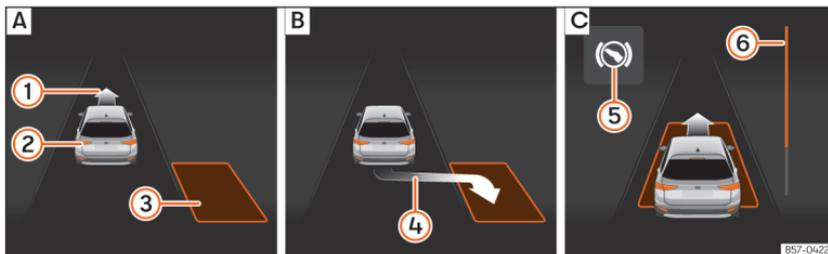
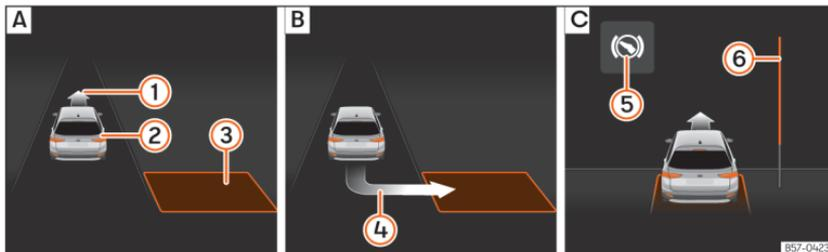

Fig. 164 No ecrã do painel de instrumentos: estacionar em paralelo. **A**: Procurar um lugar de estacionamento. **B**: Posição para estacionar. **C**: Manobrar.
Fig. 165 No ecrã do painel de instrumentos: estacionar em espinha. **A**: Procurar um lugar de estacionamento. **B**: Posição para estacionar. **C**: Manobrar.
para estacionar >>> Fig. 164 **B** ou >>> Fig. 165 **B**. O lugar foi considerado “apropriado” se no ecrã do painel de instrumentos aparecer a indicação de estacionar ④.
- Retroceda até o sinal contínuo do ParkPilot soar; **OU:** retroceda até aparecer a indicação de marcha à frente no ecrã do painel de instrumentos »» Fig. 164 [C] ou »» Fig. 165 [C]; **OU:** retroceda até aparecer a mensagem **Park Assist finalizado** no ecrã do painel de instrumentos. A barra de progresso ⑥ indica a distância a percorrer.
- Carregue no pedal do travão até o sistema de estacionamento assistido terminar de realizar as rotações do volante; **OU:** até o símbolo ⑤ no ecrã do painel de instrumentos se apagar.
- Faça marcha à frente até soar o sinal contínuo do ParkPilot; **OU:** faça marcha à frente até aparecer a indicação de fazer marcha-atrás no ecrã do painel de instrumentos. O sistema de estacionamento assistido manobra o veículo em frente e em marcha-atrás até centrá-lo no lugar »» Fig. 164 [C] ou »» Fig. 165 [C].
A barra de progresso »» Fig. 164 ⑥ e
»» Fig. 165 ⑥ mostra simbolicamente no ecrã do painel de instrumentos a distância relativa que ainda falta percorrer. Quanto maior for a distância, mais cheia está a barra de progresso. Ao circular em marcha à frente, o conteúdo da barra de progresso diminui para cima, e ao circular marcha-atrás, diminui para baixo.